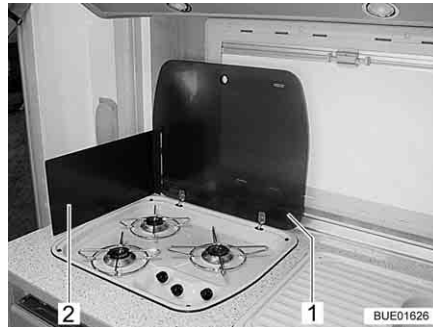

Bild 206 Gaskocher
- Gaskocher-Abdeckung (Bild 206,1) öffnen.
- Je nach Modell Flammenschutz (Bild 206,2) ausklappen oder aufstellen.